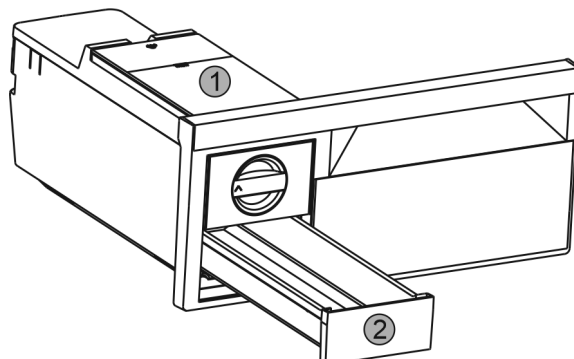

Fig. 54
- ▶ Watertank Fig. 54 (1) en ijsblokjeslade Fig. 54 (2) verwijderen.